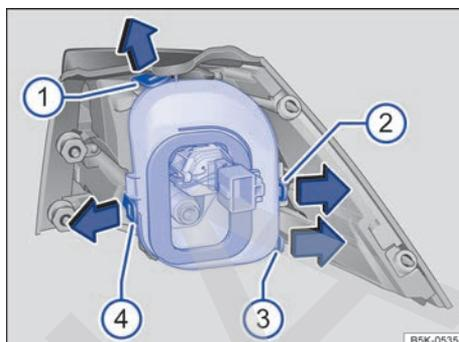

Fig. 179 Grupo óptico trasero en la carrocería: desmontaje del portalámparas. (1) a (4) pestañas de bloqueo.
7. Para desbloquear el portalámparas, presione las pestañas de bloqueo → fig. 179 (1) a (4)